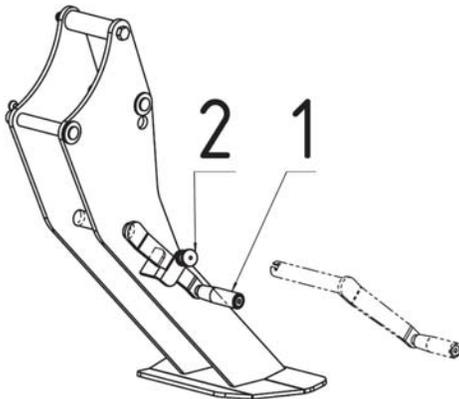
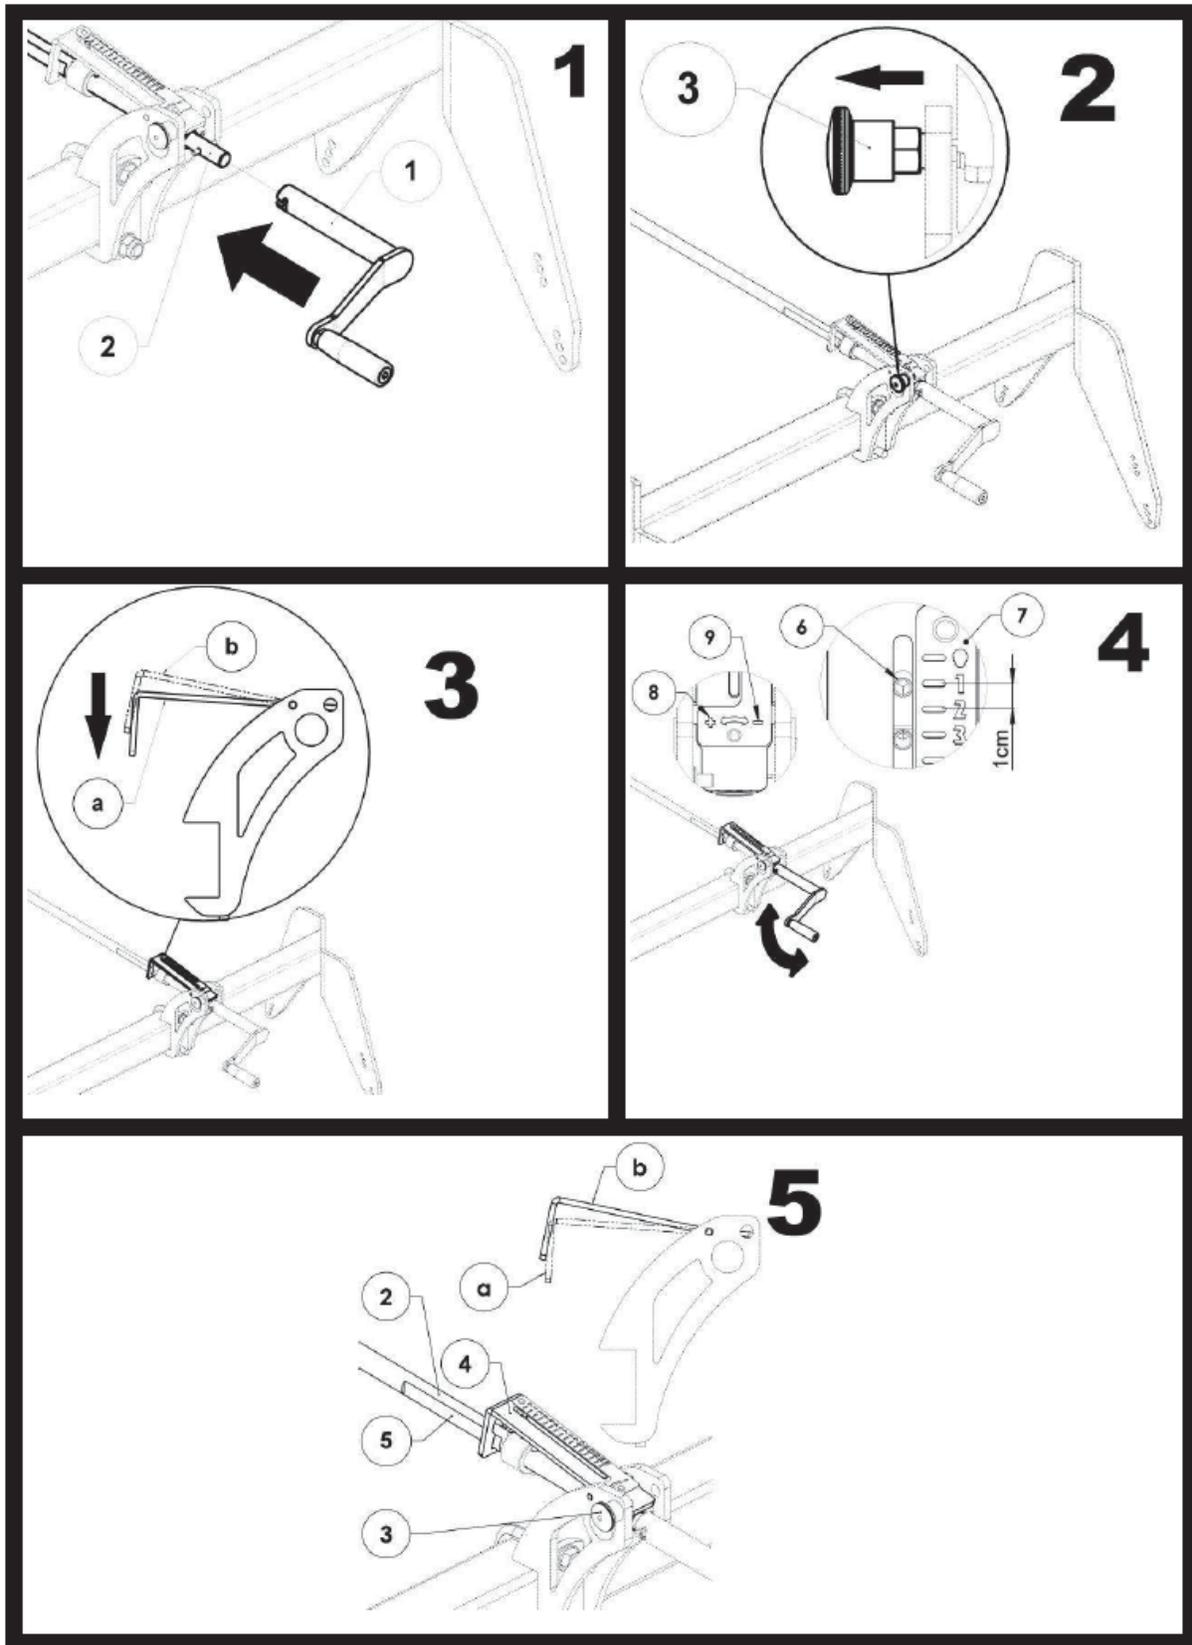

Abb. 15 Anordnung der Kurbel zur Regelung der Arbeitstiefe
Abb. 16 Vorrichtung für Tiefenregelung
Die Arbeitstiefe wird durch einen Schraubenmechanismus, separat für jedes Arbeitssegment, reguliert (Abb. 16). Die Tiefeneinstellung beruht auf der Änderung der Position der Zähne gegenüber den Wellen. Die Verstellung erfolgt mittels einer Kurbel (1) (Abb. 15), die in einem speziellen Bereich am Abstellfuß angeordnet ist.
- den Arretierbolzen (2) abziehen (Abb. 15)
- Die Kurbel (1) fassen und aus der Arretierungsöffnung herausziehen
- Nach Abschluss der Regelarbeiten die Ebene (5) der Achse (2) (Abb. 16) vertikal einstellen
- Den Arretierungsstift (3) entsichern und die Skala (4) zur Stellung "b" bringen (Abb. 16). Der Sicherungsbolzen soll automatisch einrasten